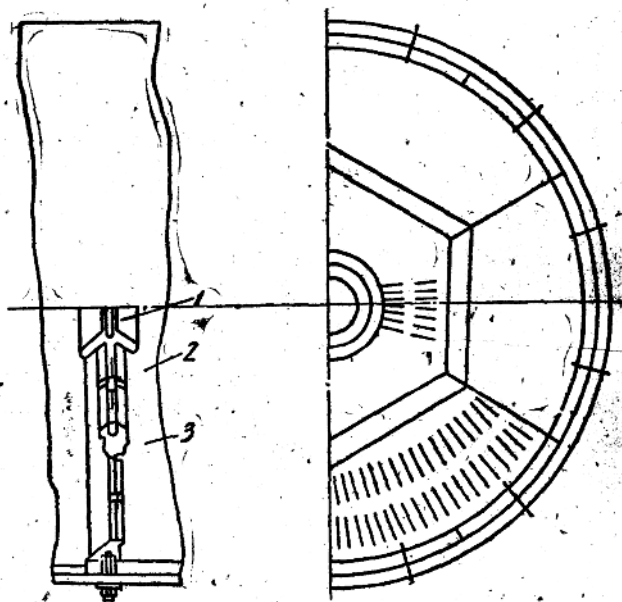

图 4 筛板
2. 单层筛板：单层筛板是由，筛板、中心筛板与通风板所组成，此种筛板构造简单更换容易，所占磨内体积也小，干磨、湿磨皆可采用，如图4所示：